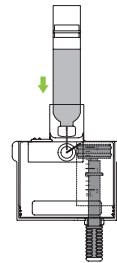

Abbildung 57
2. Reinigen Sie die Insulinampulle mit einem Alkohol-tupfer und bringen Sie sie dann am Fülladapter an, wie in Abbildung 57 dargestellt.